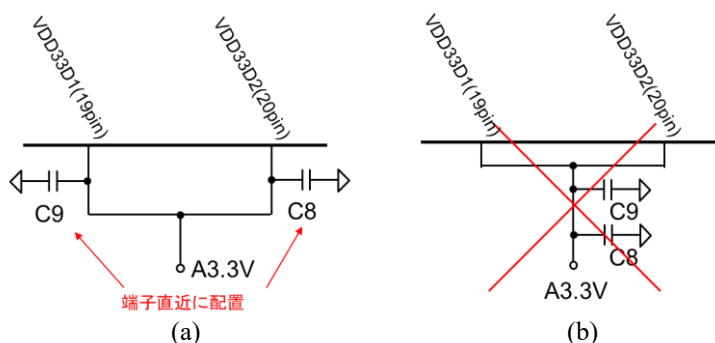

Figure 2-7 DC-DC コンバータの電源供給端子のデカップリングコンデンサの接続例
- ・ Figure 2-7 に DC-DC コンバータの電源供給端子 VDD33D1(19pin)及び VDD33D2(19pin)のデカップリングコンデンサの接続例を示します。Figure 2-7 (a)に示すように、デカップリングコンデンサは電源供給端子 VDD33D1(19pin)及び VDD33D2(19pin)の直近に配置して下さい。
- ・ R9A06G061 の送信・受信の状態を示す LED の搭載例を Figure 2-7 に示します。